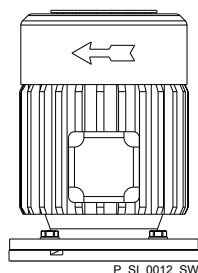

Fig. 19: Sentido de rotação do motor
- Ao ligar o motor, ter em atenção ambos os sentidos de rotação - ver seta na cobertura do ventilador, como em Fig. 19.